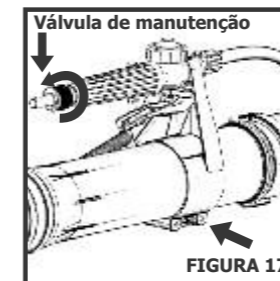
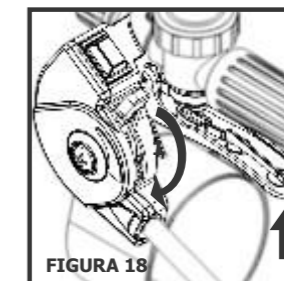

FIGURA 17
FIGURA 18
**a)** Coloque a máquina nas costas, com o motor funcionando (marcha lenta), ajuste as correias de maneira a tornar mais confortável e seguro para a operação. Com a ajuda de uma chave Philips (contida no kit) é possível ajustar o posicionamento do Comando Unificado de acordo com o tamanho do braço do operador (Figura 17);
**b) Acelerando o motor:** Acione totalmente para baixo a alavanca vermelha de aceleração, conforme indicação da seta (Figura 18);
**c) Abrindo o fluxo de líquido:** Acione totalmente a alavanca da válvula de descarga (Figura 18), certificando-se que a válvula de manutenção situada no cabo da válvula (Figura 17) esteja aberta até a linha "MÁX." (máximo), dando início a atomização.